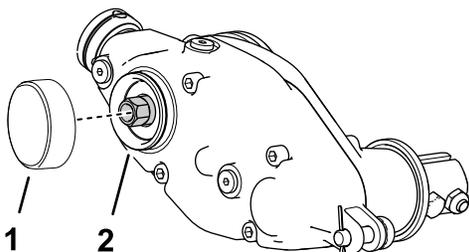

Figura 15
1. Aplique retentor para peças cilíndricas de média resistência (por exemplo, Loctite® 609 verde) em redor da ranhura do anel de encaixe e da superfície do diâmetro exterior (Figura 15).
2. Instale a tampa como se mostra na Figura 15.